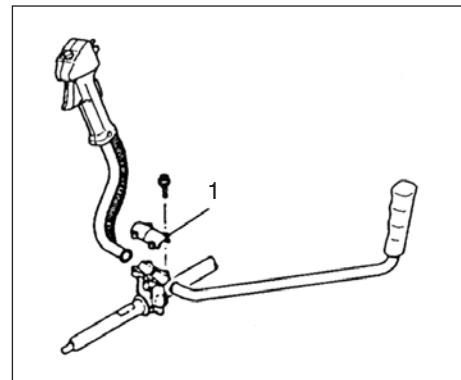

Fig. 1-2
Instalação da pega (Fig. 1-2)
Remova a peça de suporte da pega (1) antes da montagem. (Fig. 1-2)